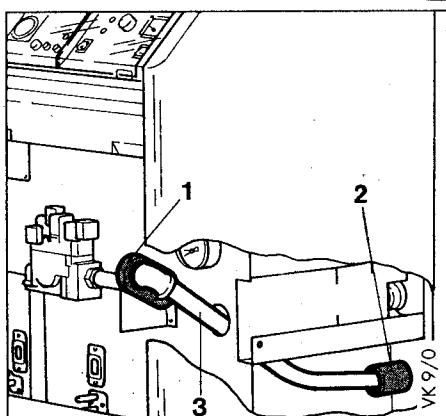

Рис.8
Удалить транспортировочную заглушку (1) (рис.8). С помощью газовой подсоединительной трубы (3) выдавить пластмассовую заглушку (2) назад из облицовки котла. Смонтировать газовую присоединительную трубу с уплотнением для газа.
Переключение режима работы циркуляционного насоса системы отопления может быть осуществлено переключением штеккера HP в другое положение.(См. рис.8 на стр.18.)